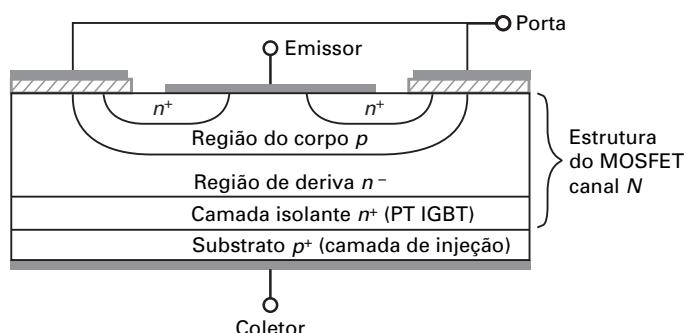

Figura 13-30 Estrutura básica do IGBT.
Esse dispositivo híbrido existe e é chamado de **transistor bipolar com porta isolada (IGBT)**. O IGBT está essencialmente envolvido com a tecnologia do MOSFET de potência. Sua estrutura e operação são semelhantes às de um MOSFET. A Figura 13-30 mostra a estrutura básica de um IGBT canal *n*. Sua estrutura é semelhante a de um MOSFET de potência canal *n* construído com um substrato tipo *p*. Como mostrado, ele tem um terminal de porta, um de emissor e um de coletor.
As duas versões deste dispositivo são chamadas de IGBTs *punch-through* (PT) e sem *punch-trough* (NPT). A Figura 13-30 mostra a estrutura de um IGBT PT. O IGBT PT tem uma camada isolante *n*⁺ entre suas regiões *p*⁺ e *n*⁻, o dispositivo NPT não tem a camada isolante *n*⁺.